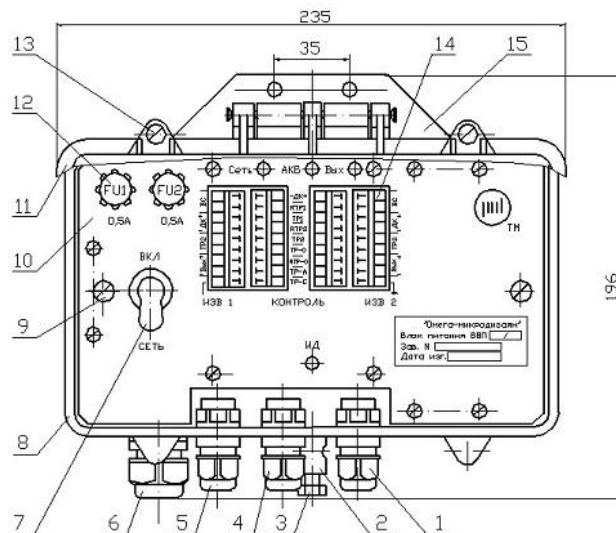

Рис. 5.2
5.1.1 При установке ББП на вертикальной поверхности, произвести разметку места крепления блока в соответствии с расположением крепежных отверстий на рис.5.2. Диаметр отверстий в пластинах 7мм. Установку производить с учетом длины сетевого и связных кабелей, удобства доступа к органам управления и обеспечения обзора световых индикаторов.
5.5 Надежно соединить «красную» клемму с «+» выводом аккумулятора (см. рис. 5.2). Установить шасси на место и закрепить его невыпадающими винтами.
5.7 Пропустить кабель связи с ППК внутрь БПП через соответствующий ввод, закрепить его с помощью гайки ввода и подключить проводники к группам зажимов «Контроль» (см. рис.5.2).